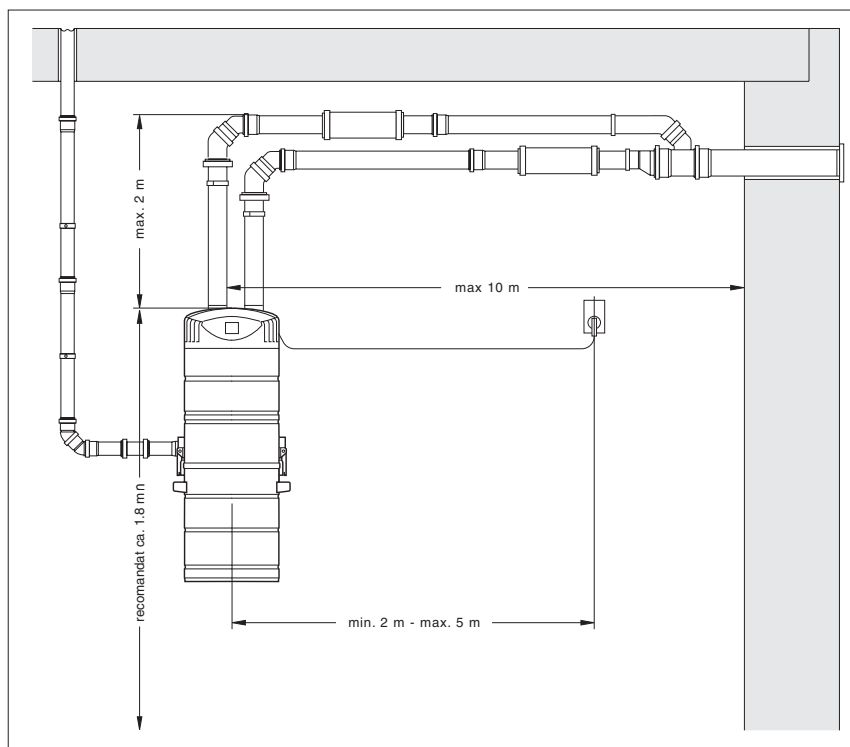

Fig. 32 Exemplu de montaj a unității centrale de aspirare pentru modelul 4000
- Pentru tipul de aparat 4000 se vor utiliza două țevi de evacuare corespunzătoare (RAUPIANO Plus DN 75) conf. Fig. 32 pentru tubulatura de evacuare a unității centrale de aspirare.